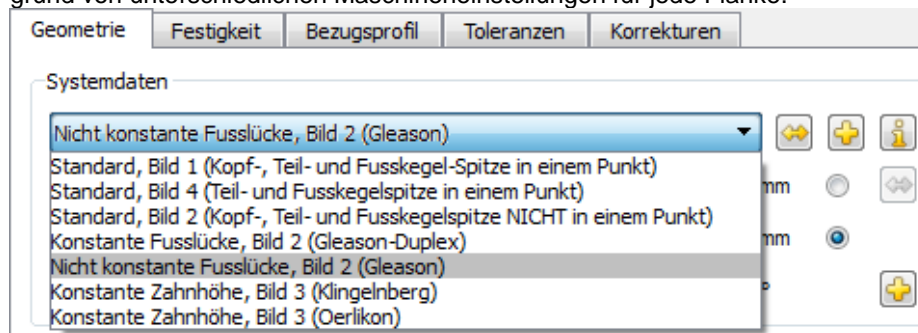

Abbildung 2.10 Bauform „nicht konstante Fusslücke“ für 5-Schnitt Kegelräder anwählen
1. Im Reiter **„Geometrie“** → **„Systemdaten“** die Bauform **„nicht konstante Fusslücke“** auswählen (siehe Abbildung 2.10). Das Ritzel hat eine veränderliche Lückenweite aufgrund von unterschiedlichen Maschineneinstellungen für jede Flanke.